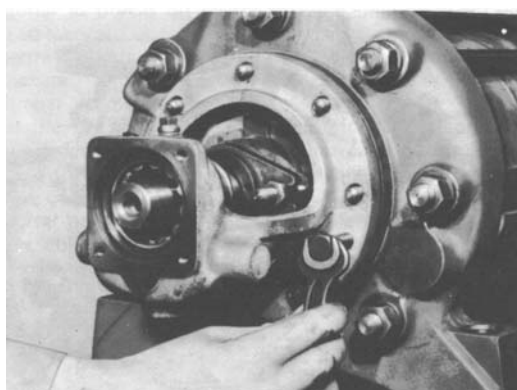

Figura 29 – Aperto dos parafusos sacadores para liberar o corpo de mancal (350)
- Soltar as porcas (920.2) e apertar uniformemente os parafusos extratores (901.4) e libera-se o corpo de mancal (350). Vide Figura 29.
- soltar a porca de mancal (923). Soltar as porcas (920.2) e apertar uniformemente os parafusos extratores (901.4) liberando-se o corpo de mancal (350) vide Figura 29.
- Retirar da mesma forma utilizada no lado sucção o anel centrifugador (507) porcas (920.1) e aperta gaxeta (452).